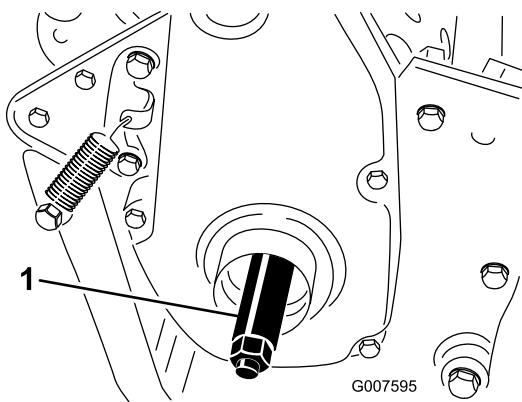

Figura 7
3. Inserite l'albero della ruota destra nella puleggia motrice sul lato destro della macchina (**Figura 7**).